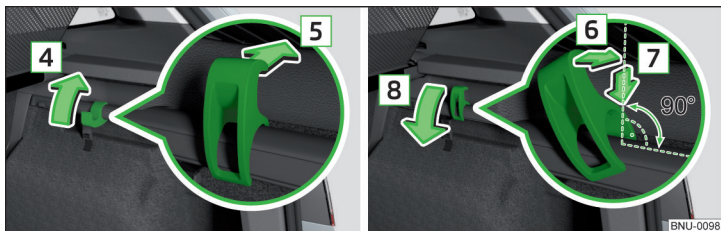

Fig. 136 Retirar/colocar el gancho
- ▶ Plegar el gancho en el sentido de la flecha **4** en la posición vertical » fig. 136.
- ▶ Colocar el gancho en el sentido inclinado sobre el listón de fijación y ajustarlo recto en el sentido de la flecha **6** » fig. 136.